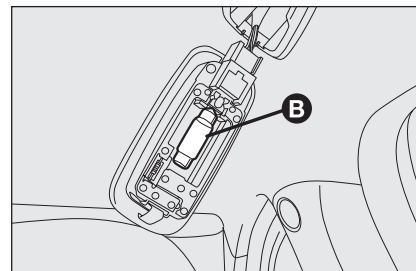

fig. 39
- ☐ sustituya la lámpara **B-fig. 39** desencajándola de los contactos laterales y asegúrese de que la nueva lámpara quede bloqueada correctamente entre los contactos.